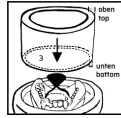

fig.3
- Posizione il cilindro con la parte più stretta sulla base del cilindro SHERAMUFFELFORMER MG. (fig. 3)